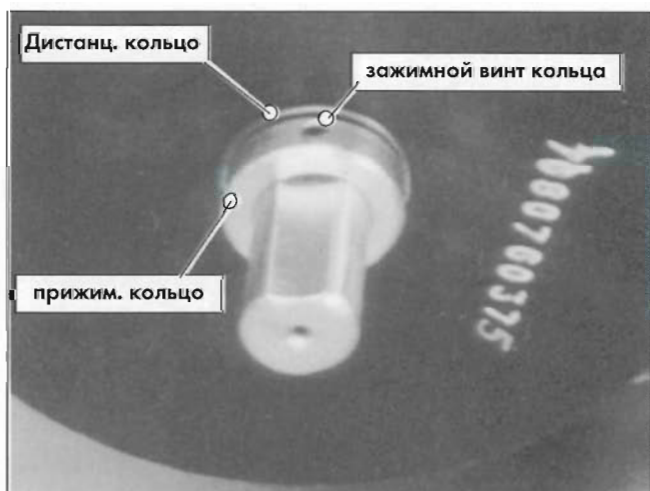

Рис. 5.5 CSA • 1000 Н/CSA • 1001 Н, выравнивание прижимного кольца на одном валу роликов накопителя
- Зафиксируйте ролики на CSA • 1000 зажимным кольцом на оси (Рис. 5.5). Прижмите друг к другу ролики с помощью прижимного винта кольца. Тем самым минимизируется зазор и исключается биение роликов, повышенный износ с дальнейшим соскакиванием каната.
Прижимное кольцо нужно так установить на валу, чтобы соответствующий винт прижимного кольца опирался на плоскую поверхность вала (см. Рис. 5.5)!